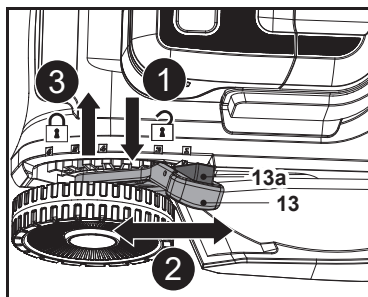

Fig. 10
1. Pulse el botón de bloqueo (13a) y manténgalo en esta posición (Fig. 10, paso 1).
2. Mueva la palanca (13) hacia adelante o hacia atrás para ajustar la altura de corte (Fig. 10, paso 2).
3. Suelte el botón de bloqueo (13a) y asegúrese de que la palanca (13) se acople adecuadamente en la ranura (Fig. 10, paso 3).